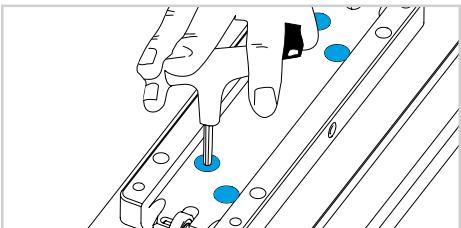

図 7
- 7) 上部のキャリッジを取り外し、内部の部品にアクセスできるようにします。ネジを緩め、外れた部品を持ち上げます(図 7)。